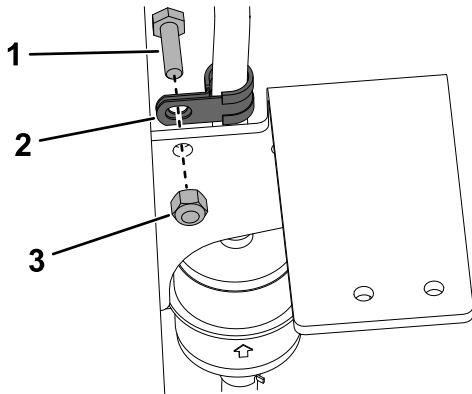

図 22
16. 図 22 のように、プレートに R クランプを固定する。